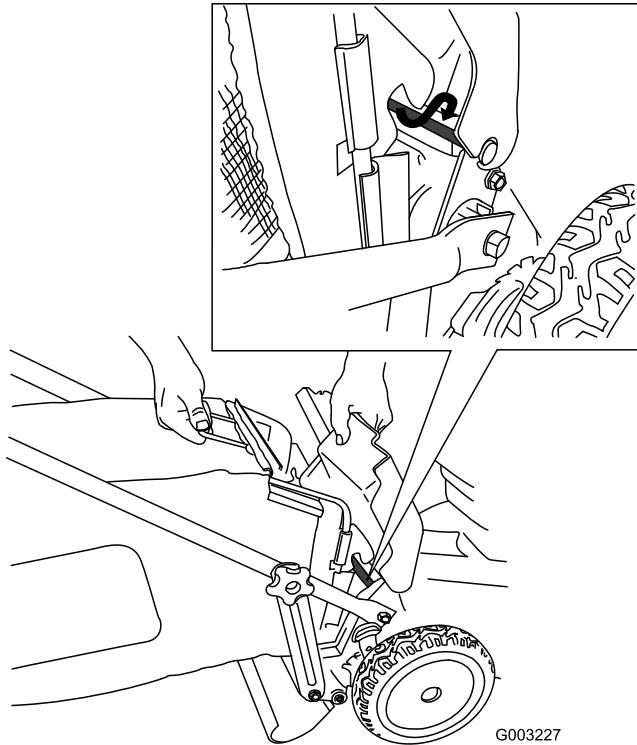

Figura 30
4. Instale la bolsa sobre la varilla de la puerta (Figura 30).